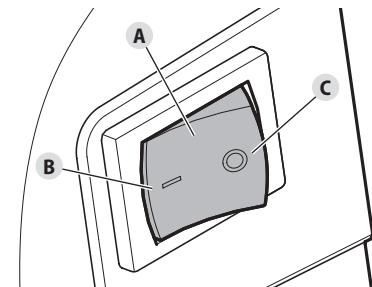

Fig. 11
NOTA: No es necesario encender la unidad. El interruptor de encendido/apagado (Fig. 11-A) está en la posición **Encendido (I)** (Fig. 11-B) en todo momento.
2. Oprima y mantenga apretado el interruptor de encendido/apagado (Fig. 11-A) en la posición **Apagado (O)** (Fig. 11-C) hasta que el motor se pare por completo.